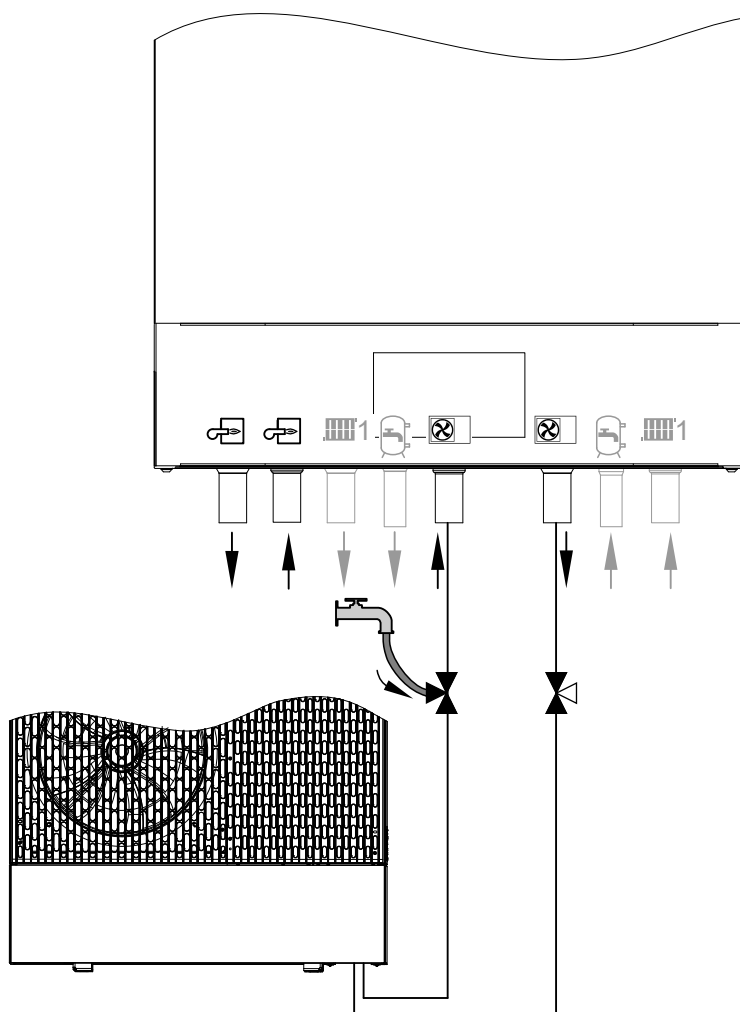

Abb. 69
2. 3-Wege-Kugelhahn vom Vorlauf Außeneinheit (Heizwassereintritt Inneneinheit) gemäß Abb. 69 öffnen: **Offen in allen Richtungen**
3. 3-Wege-Kugelhahn zum Rücklauf Außeneinheit (Heizwasseraustritt Inneneinheit) öffnen: Siehe Abb. 69.